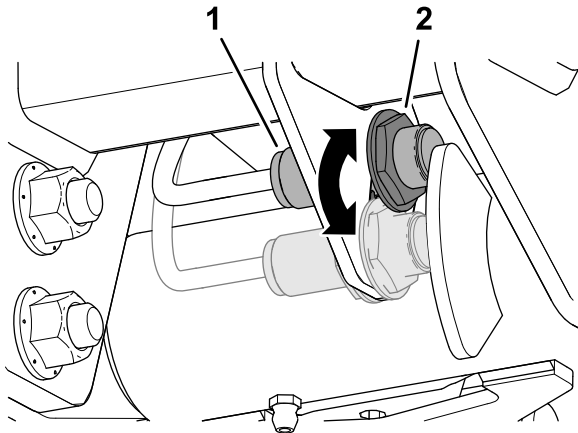

Figura 86
3. Allentate il dado che fissa l'interruttore del braccio di sollevamento alla piastra dell'interruttore (Figura 86).